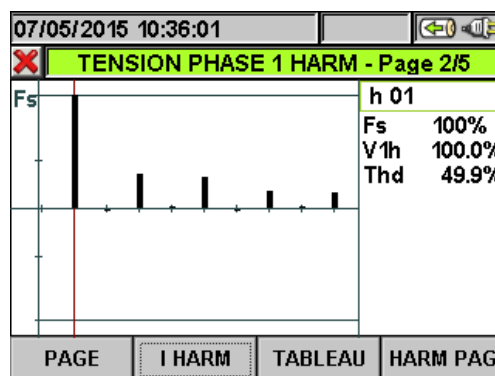
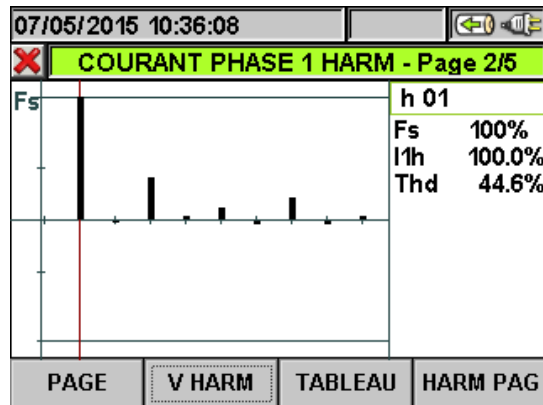

Fig. 45 : Analyse d'harmoniques de tension V1 en valeur % pour système 4 fils
Fig. 46 : Analyse d'harmoniques courant I1 en valeur % pour système 4 fils
- Les valeurs des harmoniques de chaque tension V1, V2, V3 et Vn et de chaque courant I1, I2, I3 et In avec les valeurs correspondantes de Distorsion Harmonique Totale (THD%) soit en graphique en histogramme soit en tableau numérique, en pourcentage ou valeur absolue, en fonction du réglage souhaité, qui peuvent être affichées dans quatre pages consécutives et sélectionnées cycliquement. Aux Fig. 45 et Fig. 46 on montre l'exemple des situations relatives aux valeurs de la phase L1 par rapport aux tensions et aux courants de systèmes triphasés 4 fils :